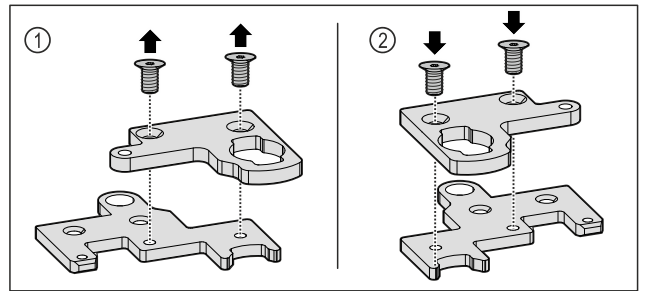

Fig. 35
- ▶ Võtke kaheosaline šarniirnergik lahti. Fig. 35 (1)
- ▶ Pange kaheosaline šarniirnergik 180° pööratult jälle kokku. Fig. 35 (2)